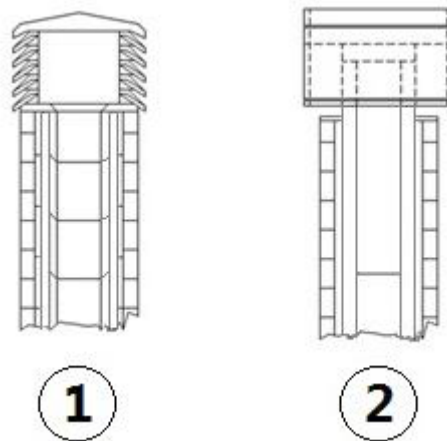

Fig. 4 - Chapéus antivento
- Recomenda-se um chapéu antivento, ver **Fig. 4** pág. 8.
- Conduta de evacuação de fumos externo realizado exclusivamente com tubos inox isolados, isto é, com dupla parede de no mínimo Ø150 mm: estrutura bem fixada à parede. Com chapéu antivento (ver **Fig. 4 pág. 8**).